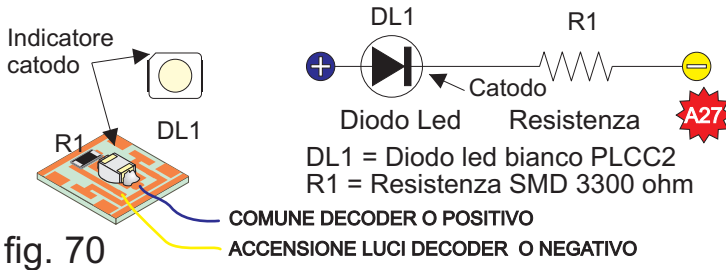

fig. 70
37) Illuminazione cabina: Inserire il diodo led L1 nel foro del circuito 45-021 posizionare la resistenza R1 e saldare. Preparare i due fili in rame smaltato grattando con una lama saldarli in posizione come mostrato in fig. 70, quindi contrassegnarli con della vernice per consentirne l'individuazione una volta chiusa la cabina. Nel decoder Zimo per l'utilizzo in DCC della funzione F0 (accesa in entrambe le direzioni) è necessario modificare le seguenti CV: CV 33 = 3 CV 34 = 3